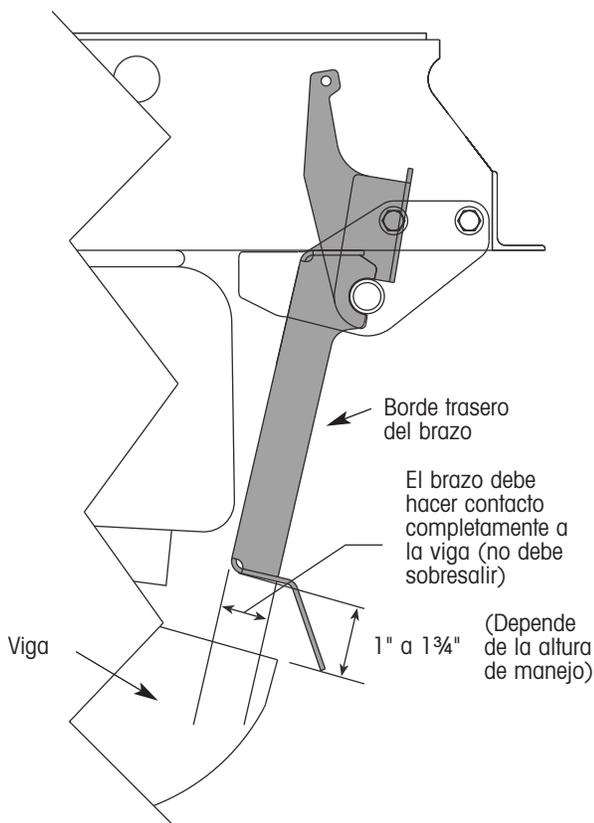

Figura 12. Verificando el espacio entre el brazo y la viga
- Con la suspensión a la altura de manejo de diseño, mida la distancia de la parte superior de la viga a la parte inferior del brazo (figura 12). Un rango de medición aceptable es de 1" a 1 3/4".
- Verifique la posición del brazo relativa a la viga (figura 12). El brazo deberá hacer contacto completamente con la viga. En otras palabras, el borde trasero del brazo deberá estar completamente posicionado sobre la superficie superior de la viga (ignore las superficies